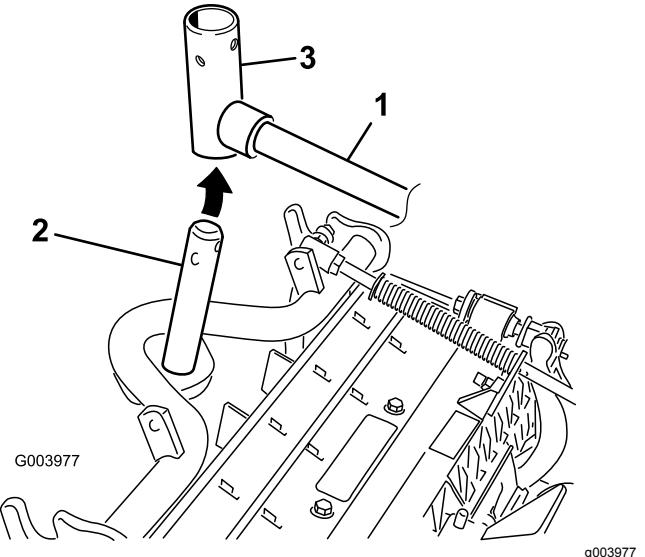

Bild 11
8. Frontschneideeinheiten: Schieben Sie eine Schneideeinheit unter den Hubarm und schieben Sie gleichzeitig die Trägerrahmenwelle in das Gelenkjoch des Hubarms (**Bild 11**).
- B. Setzen Sie das Hubarmjoch in die Trägerrahmenwelle ein (Bild 11).